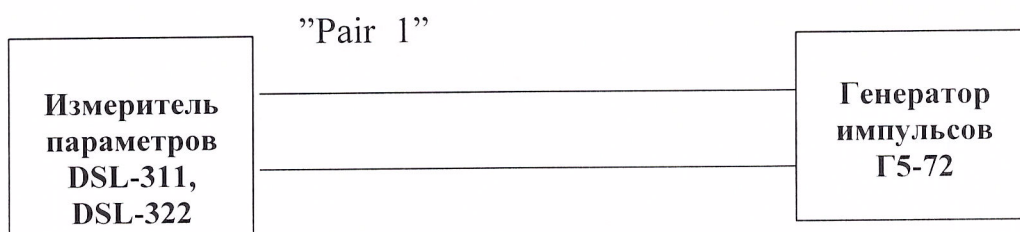

Рис.8.6.
8.3.4.1. Соберите схему согласно рис. 8.6.